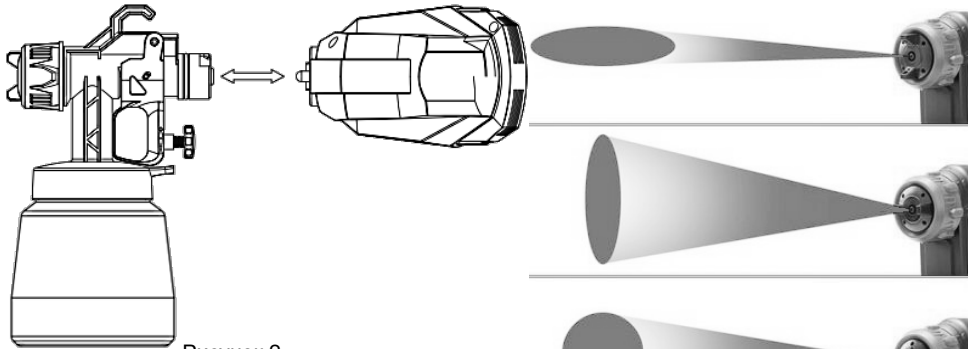

Рисунок 2
4.4 Встановіть ємність з попередньо заповненою фарбою на виріб (дивіться рисунок 2).